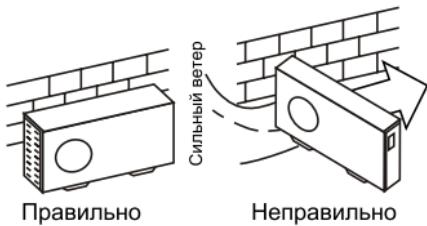

Рис. 27
6. Наружный и внутренний блоки должны располагаться как можно ближе друг к другу. Минимальные расстояния между наружным блоком и препятствиями, показанные на монтажных схемах, могут отличаться от расстояний в условиях монтажа в герметичном помещении. Необходимо оставить открытый доступ в трех направлениях А, В, и С. [Рис. 27]